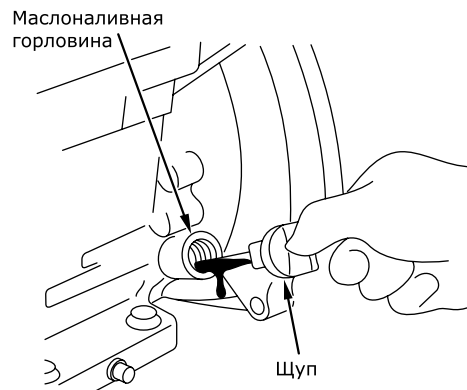

Рис. 3
• Каждый раз перед запуском двигателя и через каждые пять часов работы двигателя проверяйте уровень масла. Поддерживайте уровень масла между отметками Min и Max на масляном щупе или по краю маслоналивной горловины (рис. 3).